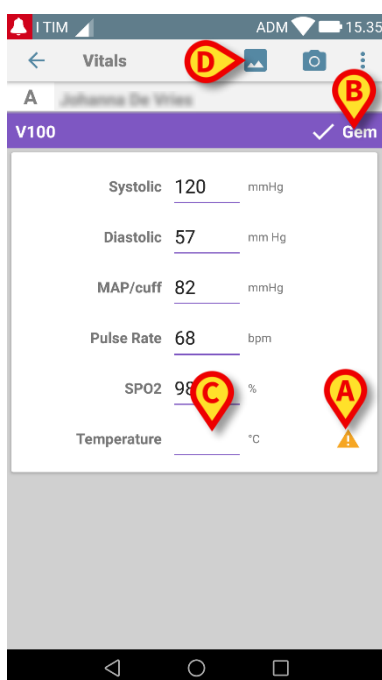

Fig. 88
- Tryk på  ikonet for at hente billedet i den aktuelle position (Fig. 88 **A**) eller ikonet  for at afbryde hentning af billedet (Fig. 88 **B**).
- Tryk på  knappen for at læse en guide til brugeren, der viser nogle vigtige oplysninger om OCR-funktionen (Fig. 88 **C**). Følgende vindue vil blive vist (Fig. 89):